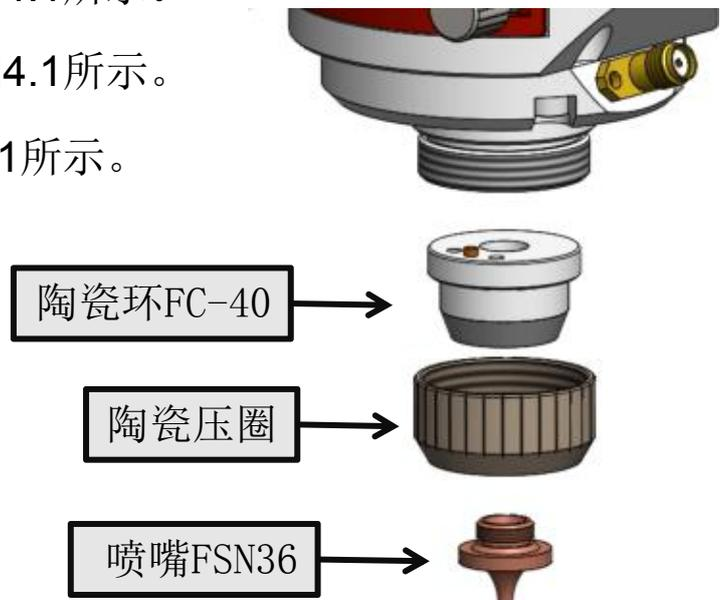

图4.1
- ① 逆时针旋转拆下喷嘴，如图4.1所示。
- ② 逆时针旋下陶瓷压圈，如图4.1所示。
- ③ 竖直向下取出陶瓷，如图4.1所示。